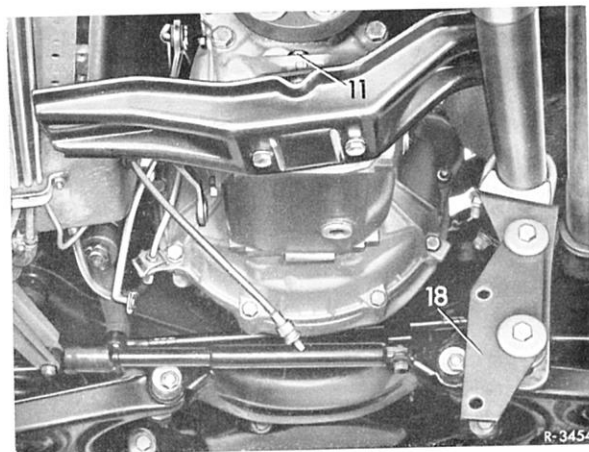

Bild 26—1/8
8 Befestigungsmuttern (12) für die Auspuffabstützung (18) am Getriebe abschrauben (Bild 26—1/5 und 8). Befestigungsmuttern (13) des Klemmbügels (14) lösen. Auspuffabstützung von den Bolzen am hinteren Getriebedeckel abdrücken und nach unten drehen (Bild 26—1/8).